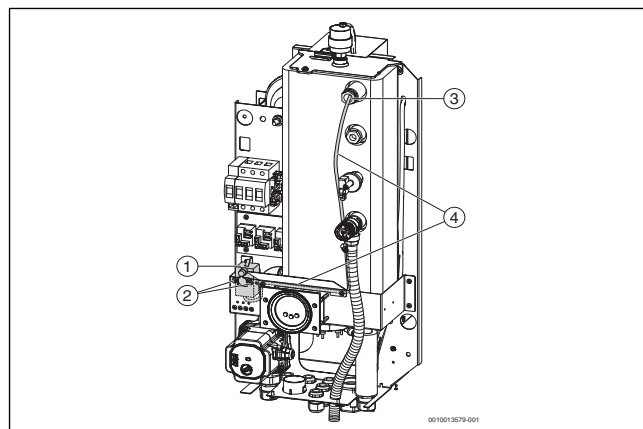

Рис. 2 Расположение предохранительного ограничителя температуры и капиллярного датчика
- ▶ Выньте фиксирующую пружину из погружной гильзы, выньте капиллярный датчик термостата, освободите капиллярную трубку из связки, отверните винты крепления старого предохранительного ограничителя температуры и выньте его. (→ рис. 2, [3, 4])